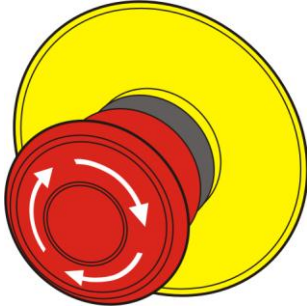

Abb. 45: Not-Aus-Taster
2. Not-Aus-Taster durch Drehen (Abb. 45) entriegeln.